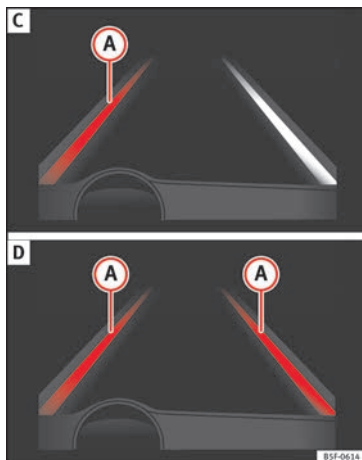

Fig. 192 Sul display del quadro strumenti: indicazione sul display del dispositivo di assistenza per il mantenimento della corsia (esempio 2).
- Il dispositivo è operativo, la linea evidenziata **A** indica il rischio di oltrepassare involontariamente la linea di demarcazione della corsia e sta agendo sullo sterzo per correggere la traiettoria » **fig. 192 C**.
- Le due linee evidenziate **A** si accendono quando entrambe le linee di demarcazione della corsia sono state rilevate e la funzione di guida al centro della corsia è attiva » **fig. 192 D**.